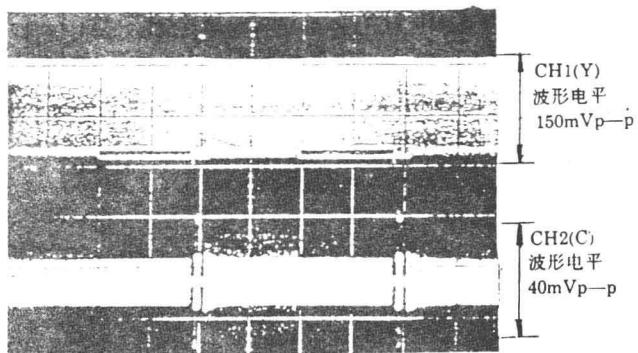

图 11 SECAM 记录电流
(5) SECAM 记录电流的确认:LINE IN 输入 SECAM 彩条信号, 示波器 CH1 接 PS301(6), 示波器 CH2 接 PS303(6)。要求 Y 电平(CH1) 为标准值 $\pm 33\%$, C 电平(CH2) 为标准值 $\pm 33\%$, 见图 11 所示。
(6) ACC(自动色度控制)输入、输出电平的确认(PB 状态):PS303(4) 输入 PAL 彩条信号, PS302(7) 输入 FM 信号, 示波器 CH1 接 TL316(IN), CH2 接